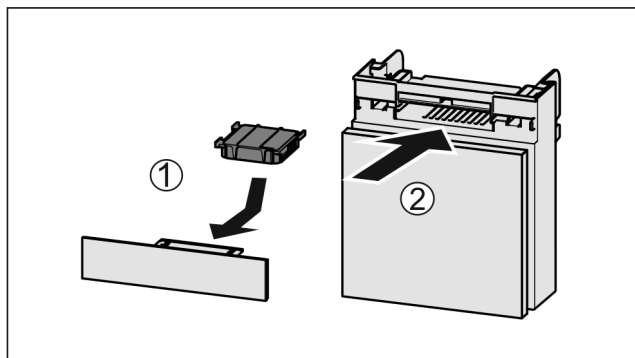

Fig. 76
- Установите фильтр с активированным углем, как показано на рисунке Fig. 76 (1).
- Фильтр с активированным углем ощутимо фиксируется. Если фильтр с активированным углем показывает вниз: Вставьте отделение Fig. 76 (2).